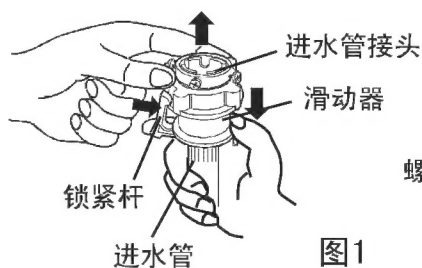

图1
1. 按住锁紧杆下端往下压滑动器，从进水管部件上取下进水管接头，如图1。